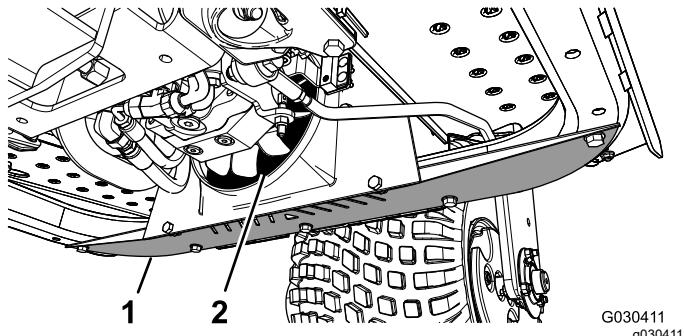

Figure 49
1. Déposez la protection inférieure (Figure 49).
2. À l'aide d'un embout, soufflez de l'air comprimé entre les pales du ventilateur (Figure 49) pour forcer les débris dans la direction opposée à celle où ils sont rentrés.